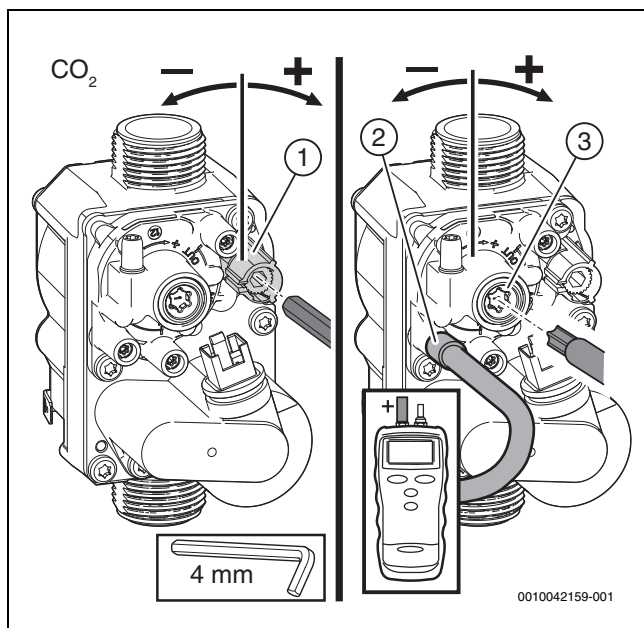

Fig. 49 Réglage du bloc gaz
- ▶ Retirer le scellé sur la vis de réglage du bloc gaz (bloc gaz en bas uniquement dans la fig. 49) et régler la teneur en CO₂ ou en O₂ pour une puissance thermique nominale minimale.